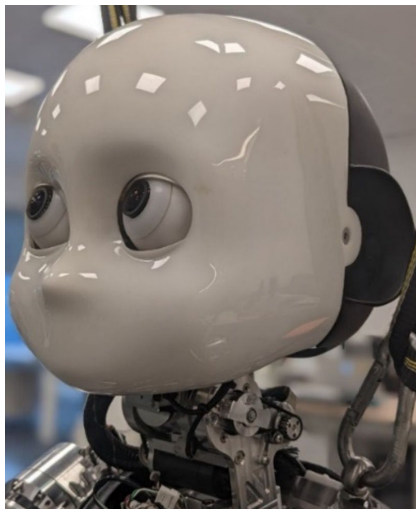

Figura 2: Robot iCub con tres grados de libertad en el cuello
- **Ajuste fino de control y calibración:** Un ejemplo académico notable es el del robot humanoide **iCub** (Figura 2). Investigadores del *Istituto Italiano di Tecnologia* construyeron un gemelo digital de la cabeza y cuello del iCub en Simulink/Simscape para mejorar su control. Con este modelo de alta fidelidad, pudieron sintonizar automáticamente las ganancias de control y lograron mejorar significativamente el seguimiento de trayectorias del cuello. El gemelo permitía introducir masas y características no-lineales precisas y simular el sistema de accionamiento con detalle, lo que resultó crucial para diseñar algoritmos de control confiables que luego se aplicaron al robot real. Este caso demuestra cómo un gemelo digital ayuda a calibrar y validar algoritmos de control en robots complejos, alcanzando un rendimiento que sería difícil obteniendo solo mediante ensayo y error en hardware.